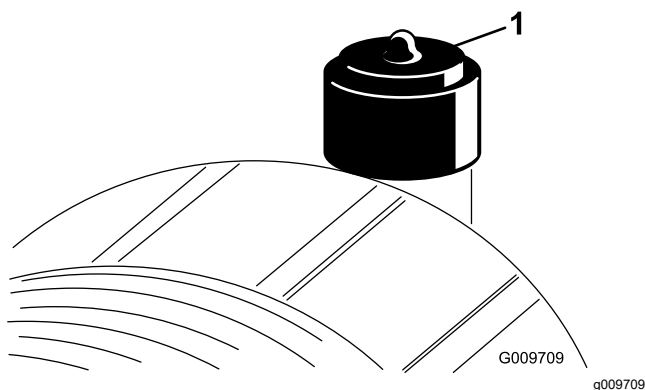

Figura 52
Faça a manutenção ao filtro de ar apenas quando o indicador de serviço (Figura 52) o exigir. Mudar o filtro de ar antes de ser necessário apenas aumenta a possibilidade de entrar sujeira no motor quando se retira o filtro.
8. Reinicie o indicador (Figura 52) se este se apresentar vermelho.